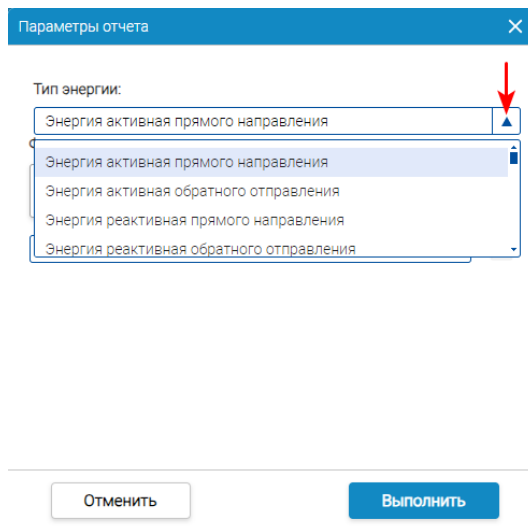

Рисунок 54 – Дата последних показаний и профилей – Параметры отчета
- **Дата последних показаний и профилей** – позволяет сформировать отчет, который показывает дату последних показаний на начало суток (на 00:00), дату и время последних профилей (30 минут), с указанием заводского номера и модели устройства, а также наименования и адреса абонента. Также в отчете содержится информация об объекте учета. Данные формируются по выбранному типу энергии (см. рисунок 54).